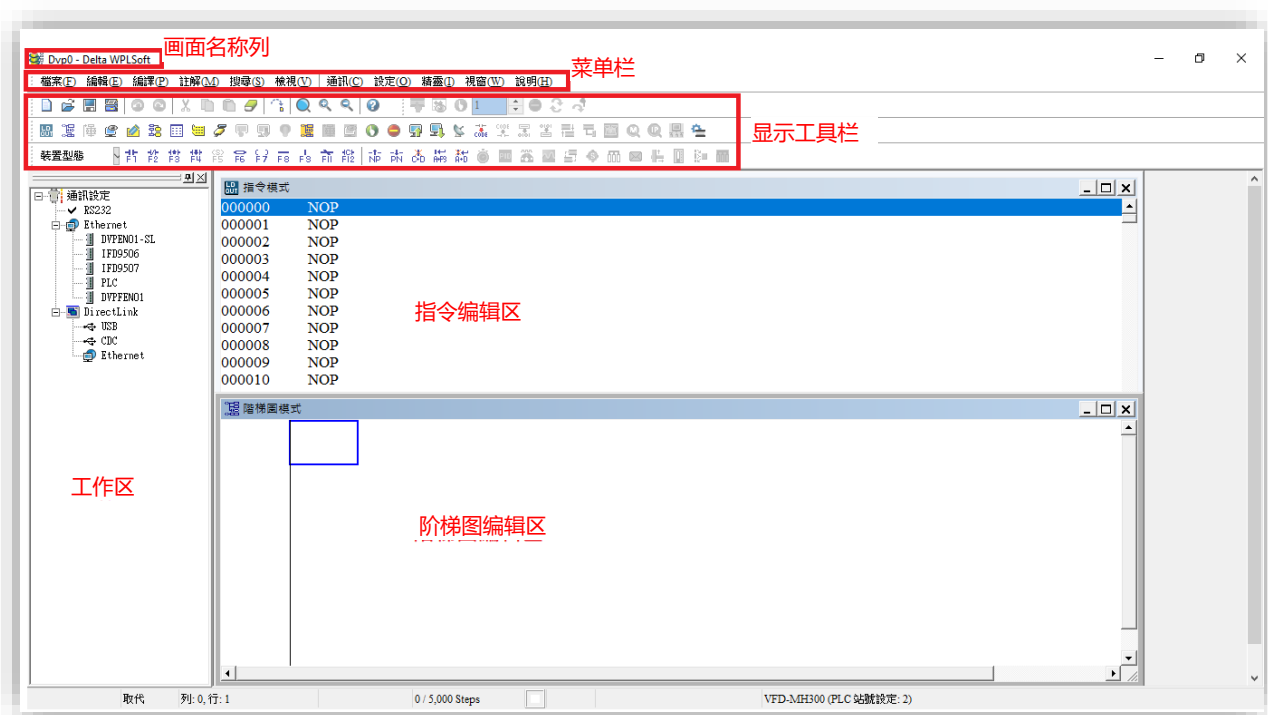

图 16-10
**注记:** 第二次进入 WPLSoft 则会直接开启最后一次编辑的档案并显示于编辑窗口。WPLSoft 编辑软件窗口说明如下图 16-10 所示: